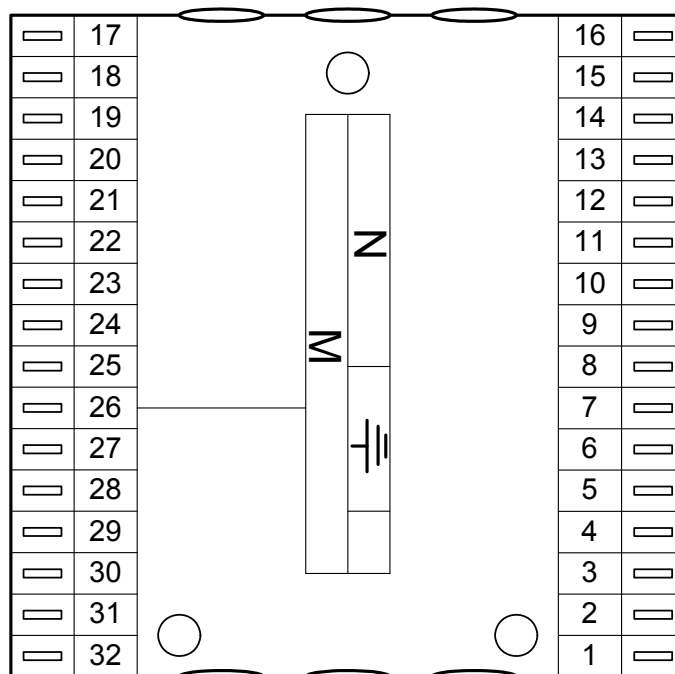

Abb. 5: Klemmensockel
1. Die 3 Befestigungslöcher des Klemmsockels (siehe Abb.5) auf der Montagewand anzeichnen.